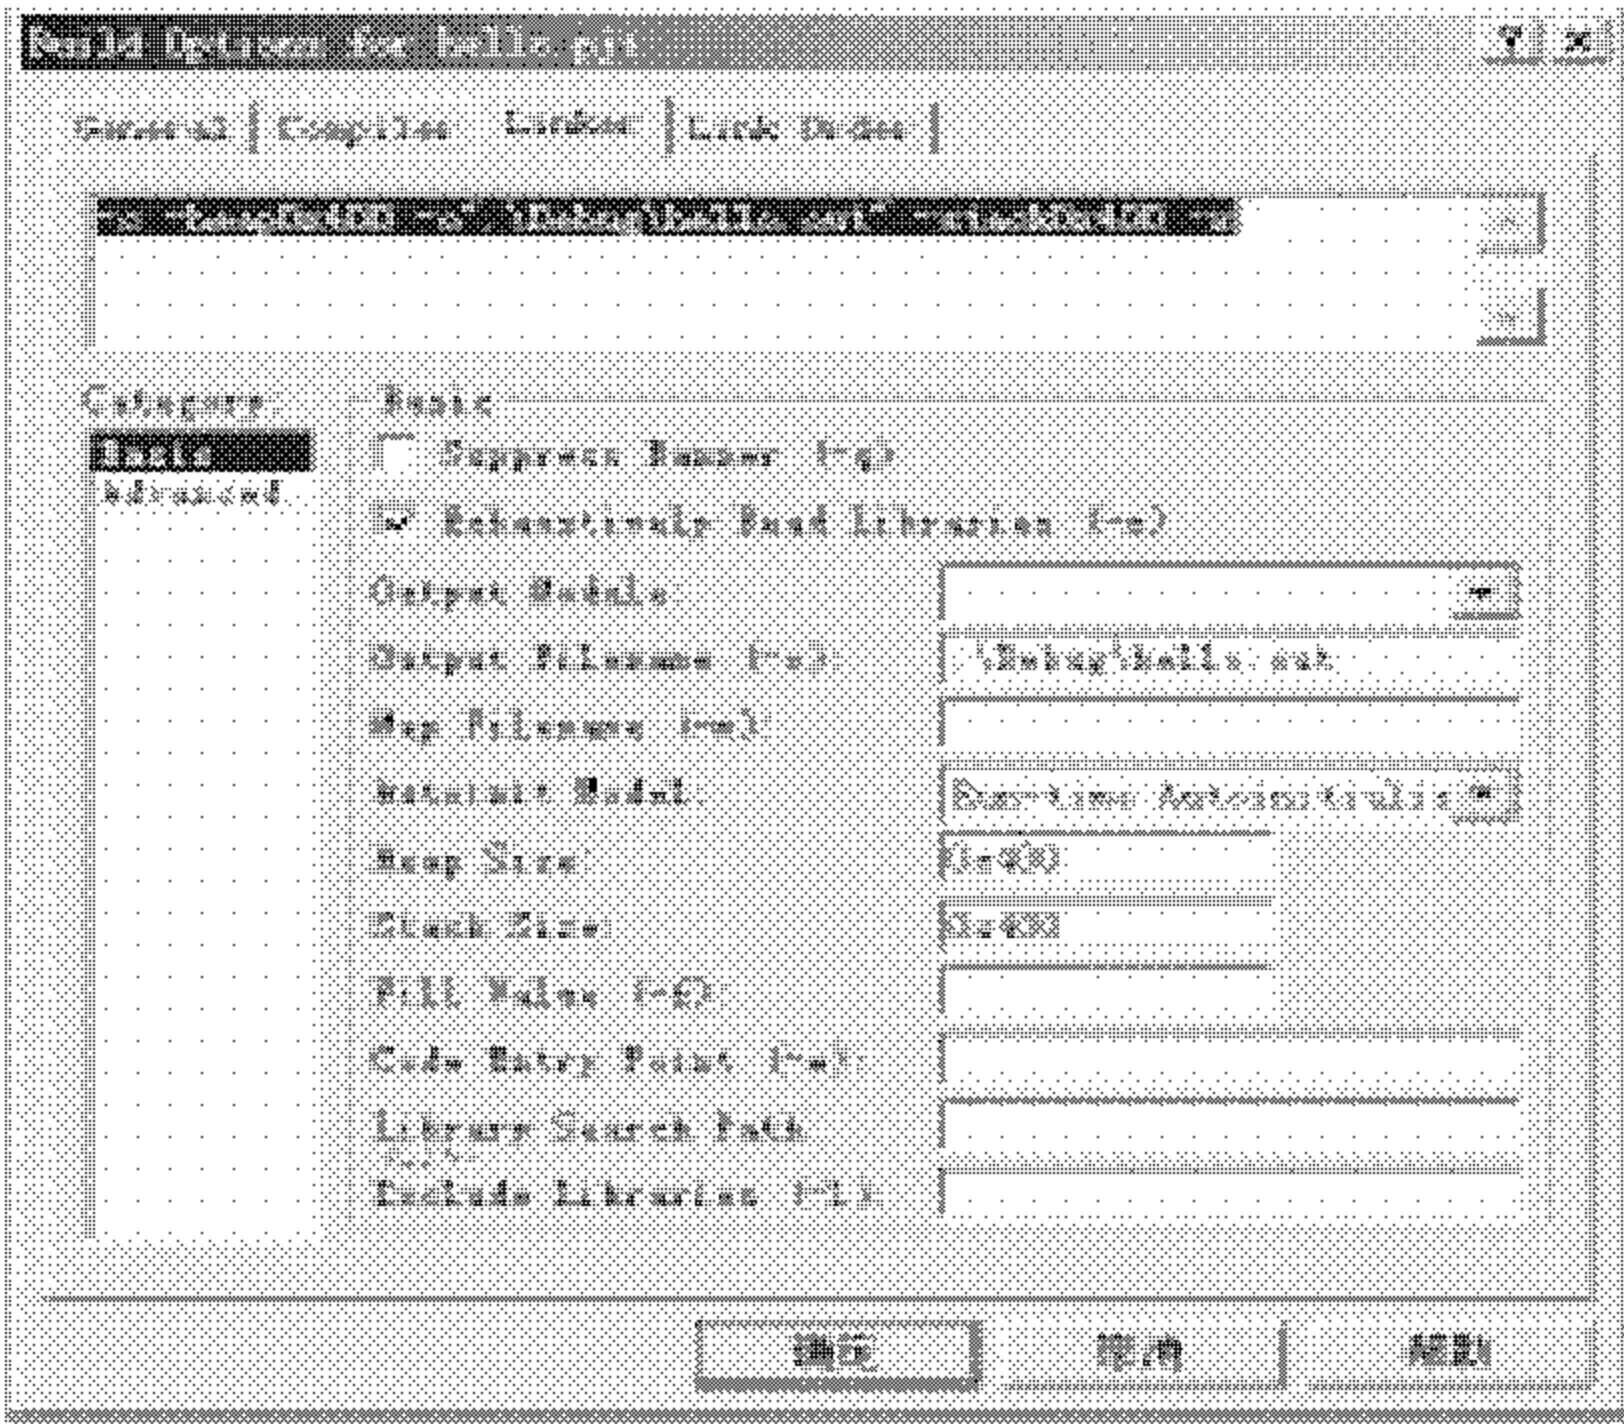

图 3.7 Build Options 对话框
(1) 选择(CCS IDE 界面)Project → Build Options，打开工程的 Build Options 对话框，如图 3.7 所示。